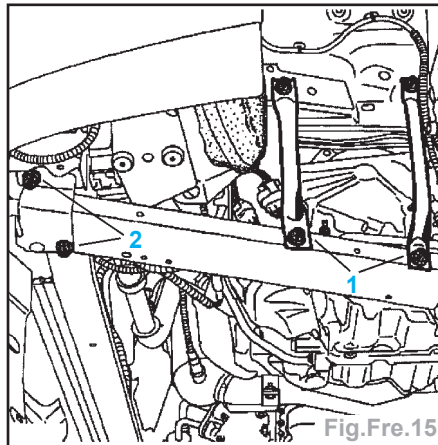

Fig.Fre.15
- les tuyaux ABS supérieurs (2) et inférieurs (3),
- les deux tirants gauche (1) (Fig.Fre.15).